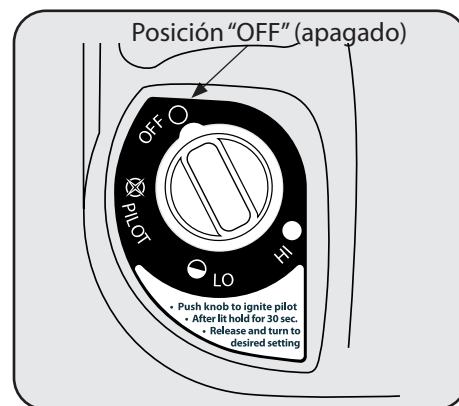

Figura 1
- Asegúrese de que la perilla de control de cuatro posiciones esté en la posición "OFF" (apagado). Ver la Figura 1.
1. Asegúrese de que la perilla de control de cuatro posiciones esté en la posición "OFF" (apagado). Ver la Figura 1.